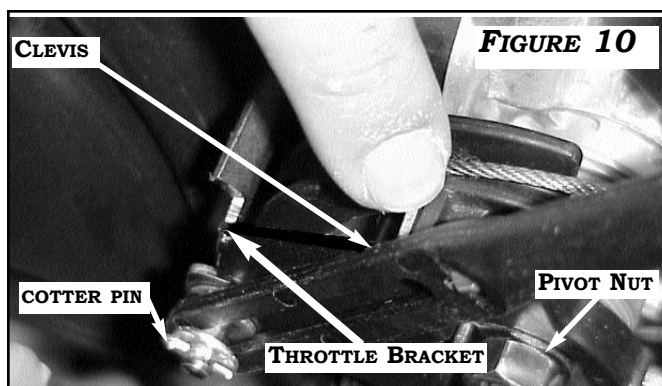

FIGURE 10
2. REMOVE THE PIVOT NUT FROM THE PULLEY SEGMENT OF THE THROTTLE BODY. ATTACH THE **THROTTLE LEVER BRACKET** AS SHOWN. REINSTALL THE OE PIVOT NUT. **FIGURE 10**